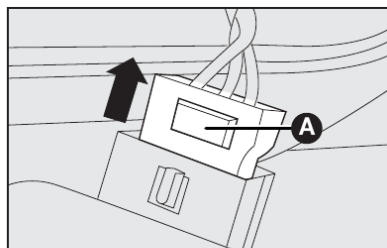

fig. 37
2) Retirar o conector **fig. 37**, pressionando a trava **A** e puxando-o no sentido da seta.